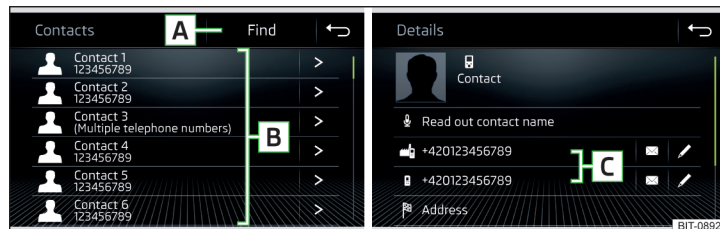

Abb. 142 Liste der Telefonkontakte / Kontaktdetails
► Im Hauptmenü *Telefon* die Funktionsfläche 🗄️ antippen, es wird eine Liste der Telefonkontakte angezeigt » Abb. 142.